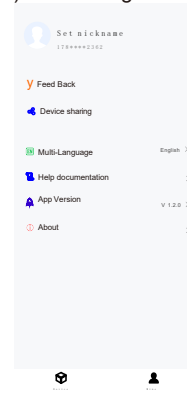
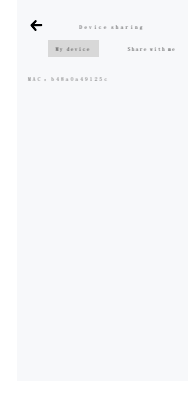
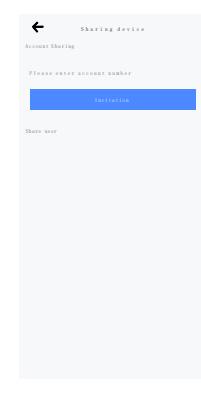

Abbildung 6.4 Konto-Seite
Abbildung 6.5 Gerätefreigabe
Abbildung 6.6 Gerätefreigabe
- a) Klicken Sie auf der Seite „Meins“ auf „Gerätefreigabe“, um die Schnittstelle „Gerätefreigabe“ aufzurufen, wie in Abbildung 6.4 und Abbildung 6.5 gezeigt.
- b) Klicken Sie in Abbildung 6.5 unter „Mein Gerät“ auf die MAC-Nummer des Geräts, um die Schnittstelle „Gerät freigeben“ aufzurufen, wie in Abbildung 6.6 gezeigt.